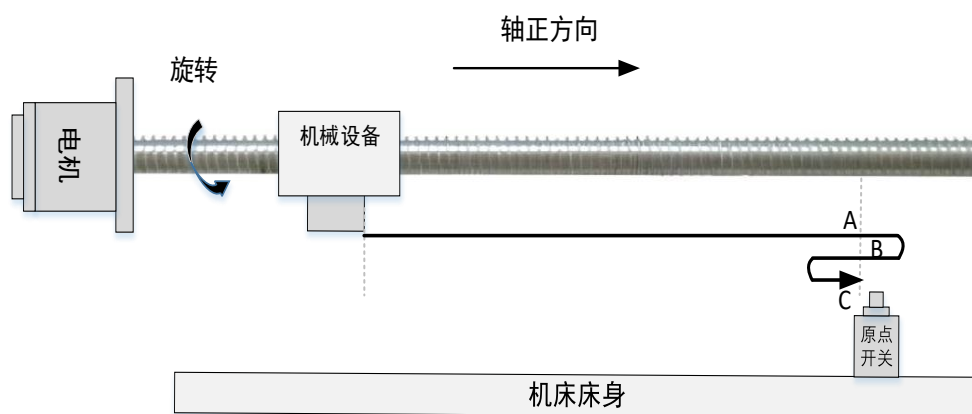
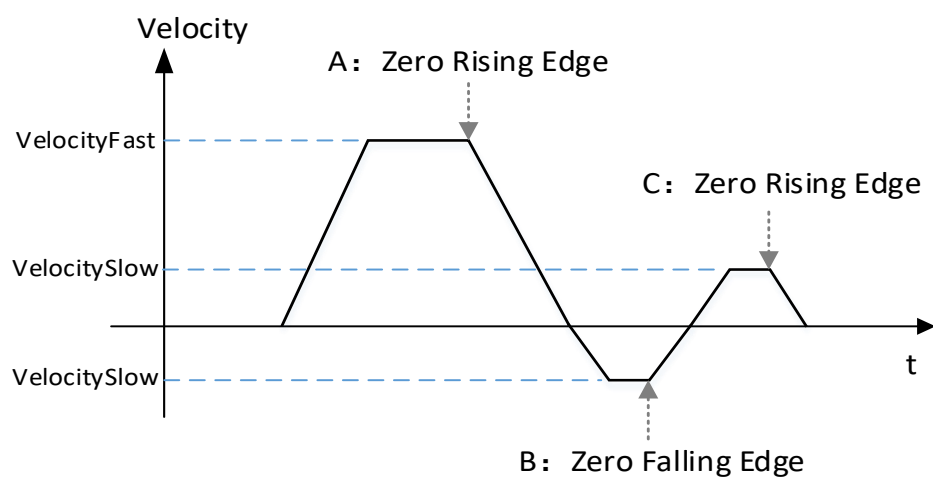

图 8-37 Mode1 模式回原效果
图 8-38 Mode1 模式回原速度曲线
(1) 模式 0: Mode0 立即回零。功能块执行回零操作后，以当前位置作为零点位置，功能同 HSMC_SetPosition 效果。
(2) 模式 1: Mode1 正方向回零，原点为原点开关。起始位置在原点右侧时，无法执行回零过程。其效果和速度曲线参考图 8-37、图 8-38。